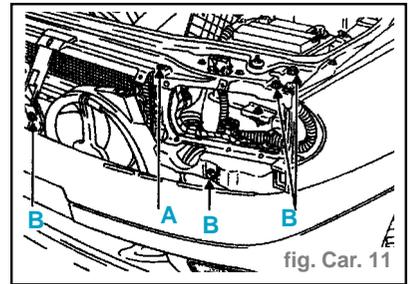

fig. Car. 11
- Déposer (fig. Car. 11) :
- les deux vis (A) de fixation radiateur (tête hexagonale de 10 mm),